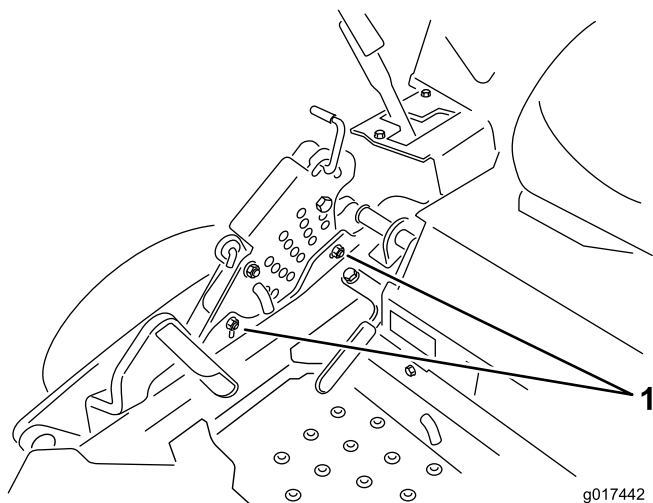

Figura 77
12. Per agire sull'impianto di regolazione da un punto unico, allentate i due bulloni alla base della piastra dell'altezza di taglio. Vedere Figura 77.
14. Serrate i due bulloni alla base della piastra dell'altezza di taglio (Figura 77). Serrate a 37-45 N·m.